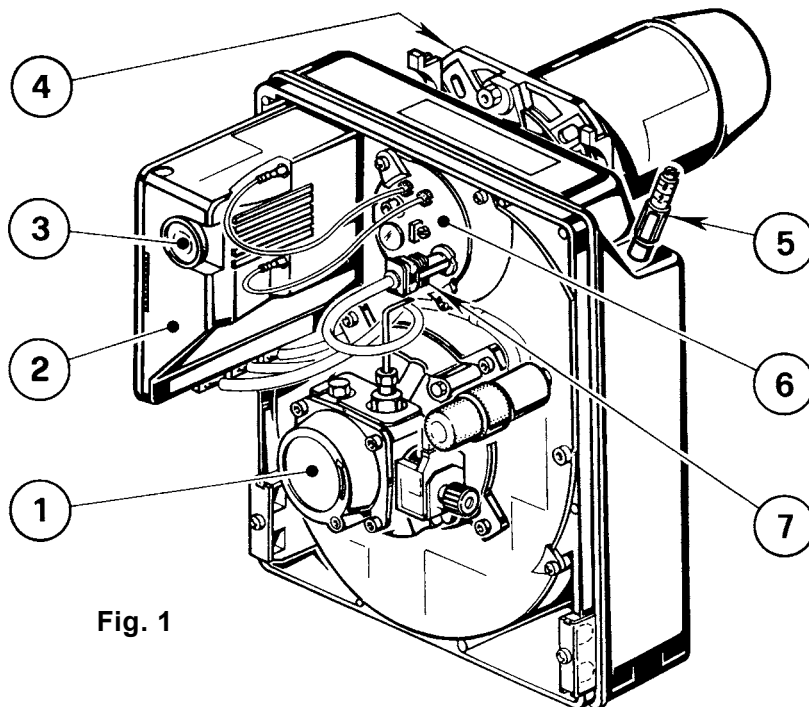

Fig. 1
C Segnalato dalla spia sull'apparecchiatura di comando e controllo (3, fig. 1, pag. 1).
- Effettuare la pulizia della fotoresistenza (7, fig. 1, pag. 1).
Un'anomalia, nel funzionamento nella maggior parte dei casi, porta alla accensione della segnalazione all'interno del pulsante di sblocco dell'apparecchiatura di comando e controllo (3, fig. 1, pag. 1).